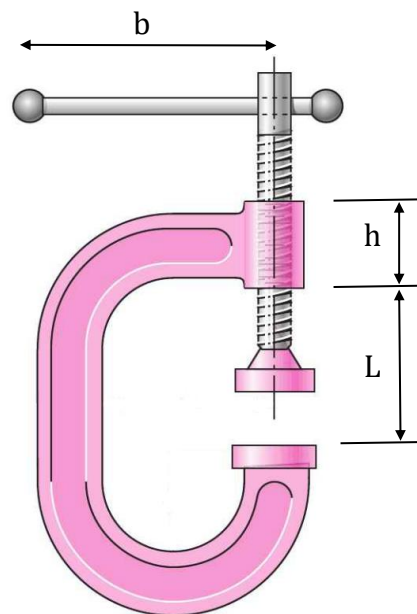

Figura 1.1
**1.1.1** A Figura 1.1 representa um grampo de aperto. O parafuso é em aço DIN St-60. O parafuso tem rosca trapezoidal de uma entrada, segundo a norma DIN 103. O esforço máximo exercido na alavanca ( $b = 300\text{mm}$ ) é de 25 kg. Considerando que o coeficiente de segurança é 2, o coeficiente de atrito entre o parafuso e a porca é 0,1,  $L = 250\text{mm}$  e  $E = 210\text{GPa}$  determine: